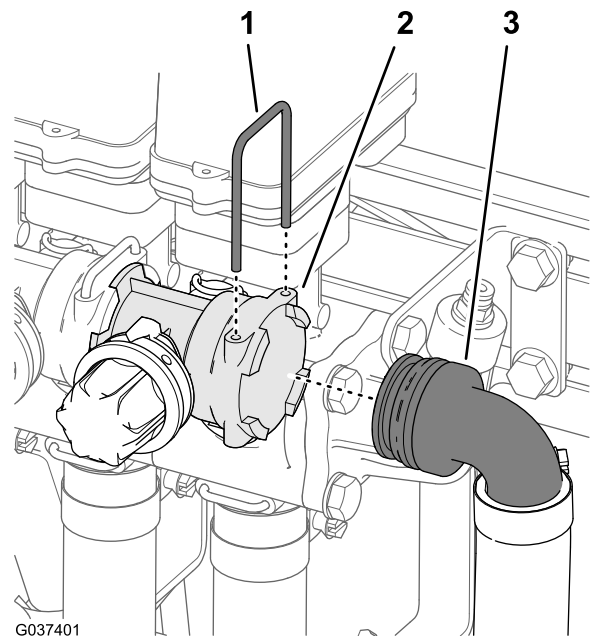

Bild 29
3. Entfernen Sie den Halter, mit dem das 90°-Schlauchanschlussstück am Ende des Sicherheitsventils für das rechte Auslegerabschnittventil befestigt ist (Bild 29).
4. Nehmen Sie das 90°-Schlauchanschlussstück vom Sicherheitsventil ab (Bild 29).